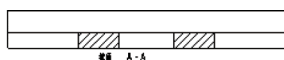

图 11-108 完成插入投影视图 1
4) 切换到“绘图视图”对话框的“视图显示”类别选项，从“显示样式”下拉列表框中选择“消隐”选项，从“相切边显示样式”下拉列表框中选择“无”选项，然后单击“确定”按钮。此时，插入的投影视图 1 如图 11-108 所示。